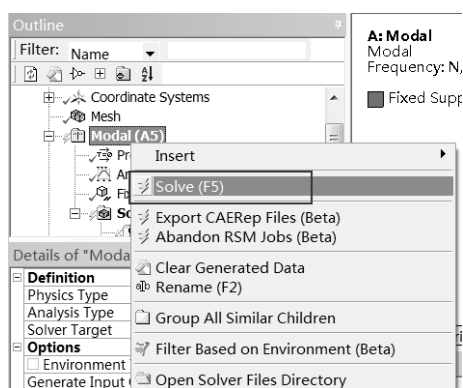

图 8-42 执行模态计算
Step4：如图 8-42 所示，在 Outline（分析树）中的 Modal（A5）选项上右击，在弹出的快捷菜单中选择 Solve 命令。